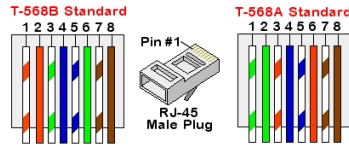

Figure 21: Câblage standard
- c. Insérez les huit fils dans un connecteur RJ45 conformément à la Figure 21.
7. Côté interrupteur/routeur, utilisez un câble dénudé ou une pince à dénuder pour préparer un connecteur de communication RJ45 : Insérez les huit fils dans le connecteur RJ45 dans l'ordre indiqué ci-dessus (Figure 21).